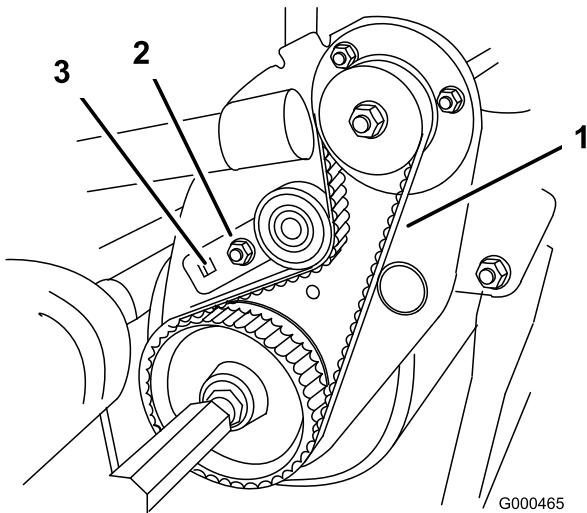

Figura 44
- B. Usando una llave dinamométrica de 3/8 pulgadas, gire el soporte de la polea tensora con una fuerza de 3,9–4,5 Nm para ajustar la tensión de la correa (Figura 44). Sin variar el ajuste de la llave dinamométrica, apriete el perno de montaje del soporte de la polea tensora (La arandela de bloqueo evita que se desplace la correa). No tense demasiado la correa.